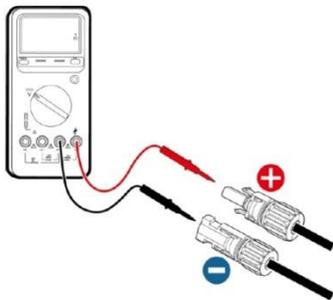

Fig 5.3 Misurazione della tensione di ingresso CC
(2) Dopo aver collegato il connettore CC, utilizzare un multimetro per misurare la tensione della stringa di ingresso CC, verificare la polarità del cavo di ingresso CC e accertarsi che la tensione di ciascuna stringa rientri nell'intervallo consentito dall'inverter, come illustrato nella Fig. 5.3.